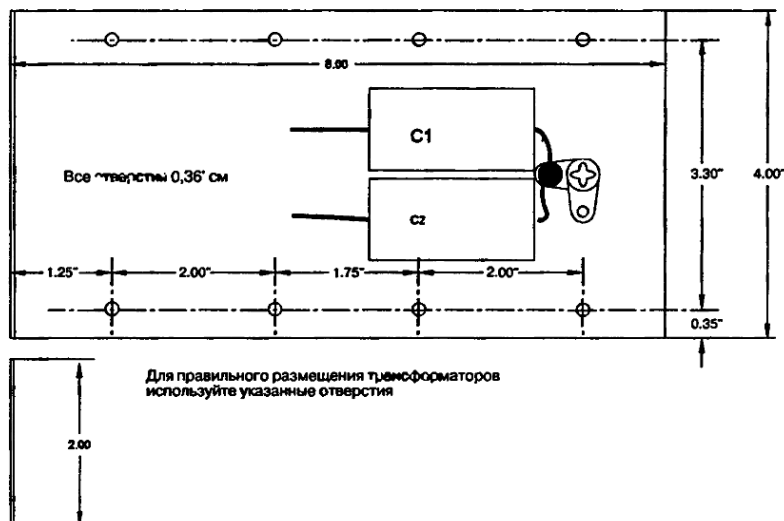
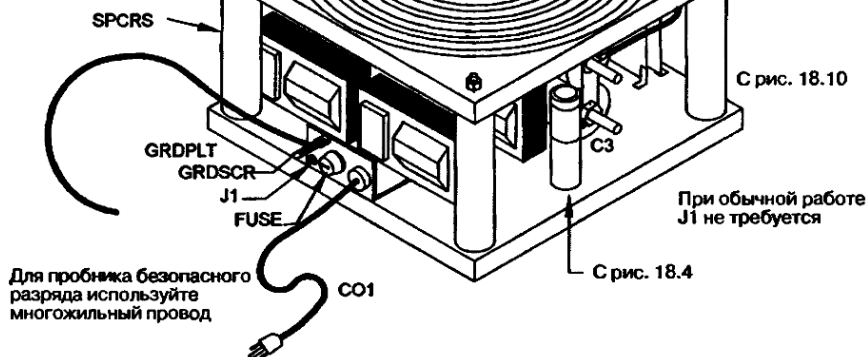

Рис. 18.9. Изготовление BTFCFABM и сборка платы заземления GRDPLT
Рис. 18.11. Вид устройства после окончательной сборки в изометрии
7. Изготовьте металлические детали, обозначенные GRDPLT (рис. 18.9). Обратите внимание на отверстия для установки T1, T2, T3 и T4.
9. Присоедините детали к скобе GRDPLT (см. рис. 18.9). Обратите внимание на держатель плавкого предохранителя, снятие напряжения с провода, винт заземления GRDSCR и гнездо наблюдения тока, как показано на рис. 18.11. Их расположение не критично, но должно обеспечить достаточное расстояние между точками соединения.
Используйте оставшиеся 120 см провода #14 для изготовления пробника разряда на землю, который должен непосредственно подключаться к плате заземления (см. рис. 18.11). Его можно использовать для получения искр с выхода катушки.